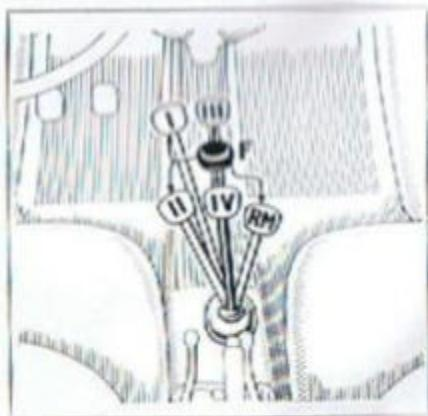

Fig. 26. Gearstager: forskellige stillinger.
- Træk koblingspedalen i bund og sæt gearstangen i første gear (se fig. 26).
De forskellige gears aktivering fremgår af fig. 26. Skiftningen mellem 2., 3. og 4. gear lettes af en synkromeshanordning, og denne skiftning foregår derfor altid uden støj. Hvis man vil skifte ned til første gear, medens vognen ruller, må dette ske ved hjælp af dobbelt udkobling.